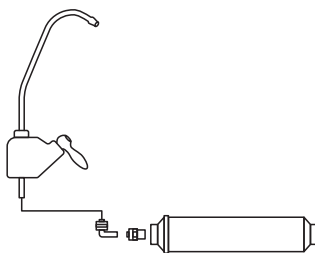

Рис. 35
5.9.7. Для модели FRO-5N шланг от крана очищенной воды подключите к постфильтру согласно схеме модели (В – подача очищенной воды в питьевой кран) (Рис. 35).